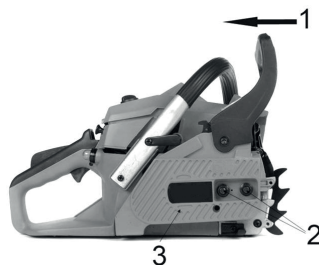

Рисунок 1
- Убедитесь, что рукоятка тормоза цепи (1) сдвинута в положение ВЫКЛ. (Рис. 1).
- Отвинтите предохранительные гайки шины (2). Снимите крышку тормоза цепи (3), потянув ее вверх. Возможно, потребуется приложить усилие.